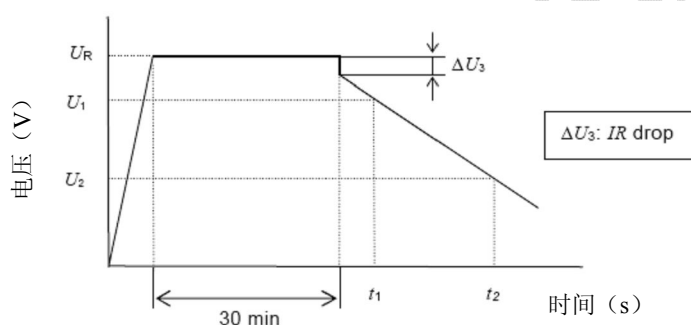

图2 电容器的端电压特性
- ⊙ 测量电容器两端电压从 $U_1$ 到 $U_2$ 的时间 $t_1$ 和 $t_2$ , 如图2所示, 根据下列等式计算电容量值: